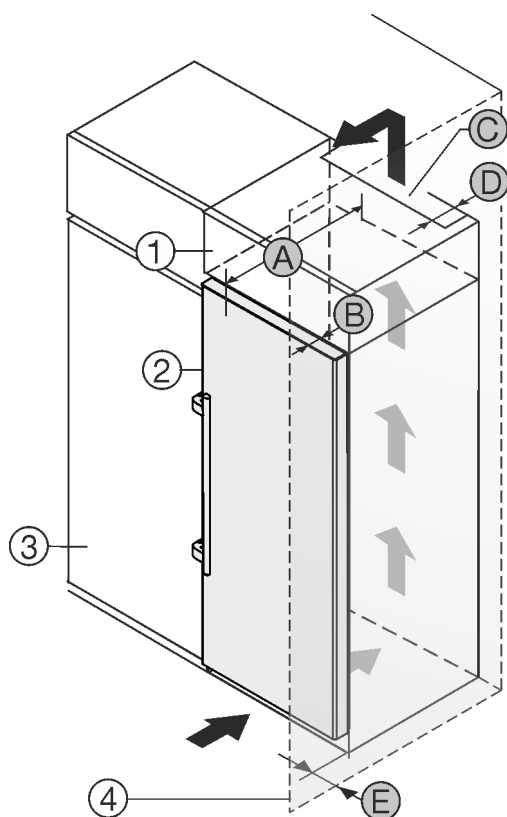

Fig. 2
- (1) Aufsatzschrank*
- (2) Gerät*
- (3) Küchenschrank*
- (4) Wand*
- (A) Gerätetiefe*
- (B) Türtiefe*
- (C) Belüftungsquerschnitt*
- (D) Abstand Geräterückseite*
- (E) Abstand zur Geräteseite*
Sie können das Gerät direkt neben dem Küchenschrank *Fig. 2 (3)* aufstellen.*
An der Rückseite des Aufsatzschrankes muss ein Abluftschacht mit der Tiefe *Fig. 2 (D)* über die gesamte Aufsatzschrankbreite vorhanden sein.*
Unter der Raumdecke muss der Entlüftungsquerschnitt *Fig. 2 (C)* eingehalten werden.*
Wenn Sie das Gerät mit den Scharnieren neben einer Wand *Fig. 2 (4)* aufstellen, dann muss der Abstand zwischen Gerät und Wand mindestens 57 mm betragen. Dies entspricht dem Griffüberstand bei geöffneter Tür.*
Damit Sie die Tür vollständig öffnen können, muss das Gerät um die Türtiefe *Fig. 2 (B)* gegenüber der Küchenschrankfront vorstehen. Abhängig von der Tiefe der Küchenschränke *Fig. 2 (3)* und Verwendung von Wandabstandshaltern kann das Gerät weiter herausragen.*